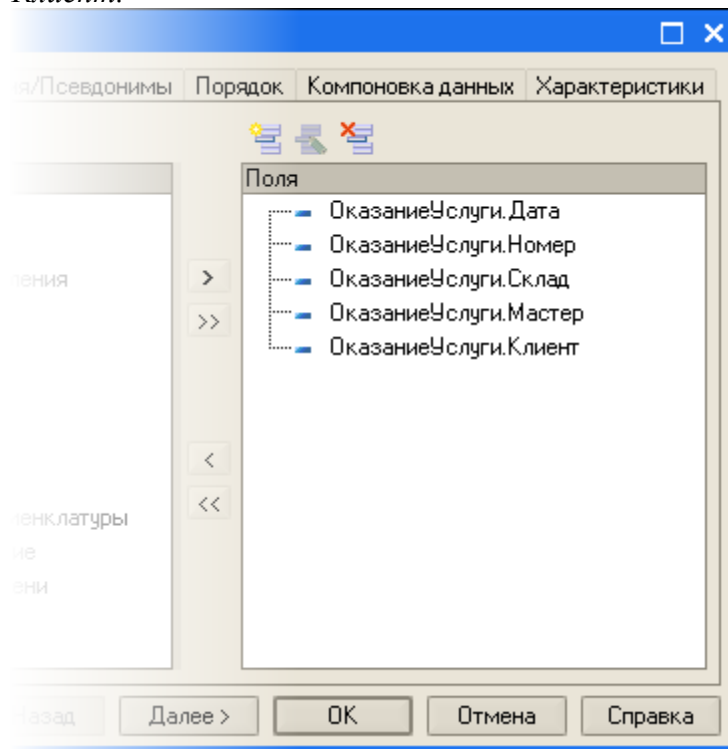

Рис. 7. Выбранные поля
7. Из этой таблицы выберите следующие поля (рис. 7):